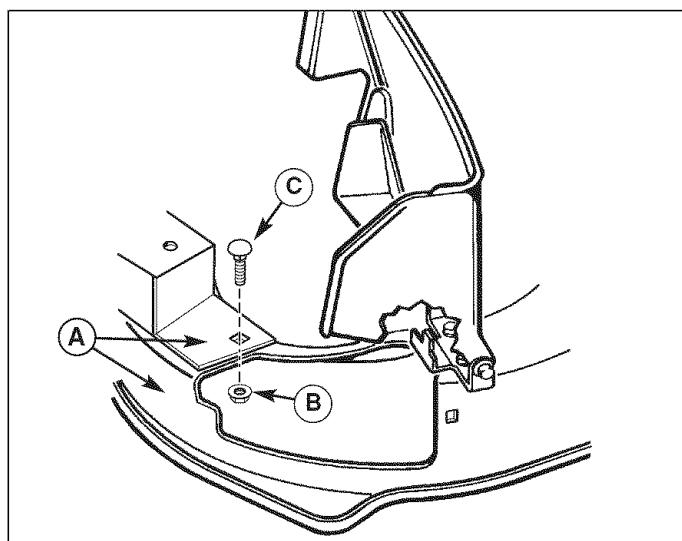

Figura 2. Quite el perno de carro
1. Quitar y desechar el perno de carro (C, figura 2) y tuerca de fijación (B) del soporte y de la cubierta del cortacéspedes (A).